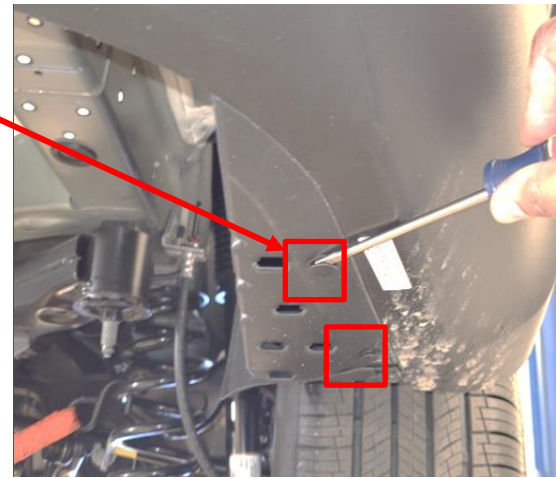

Figure 3
- b) À l'aide d'un tournevis à lame plate et d'un levier, retirer cinq (5) rivets en plastique du panneau de soubassement côté passager, voir la **Figure 3**. Les conserver pour réinstallation.